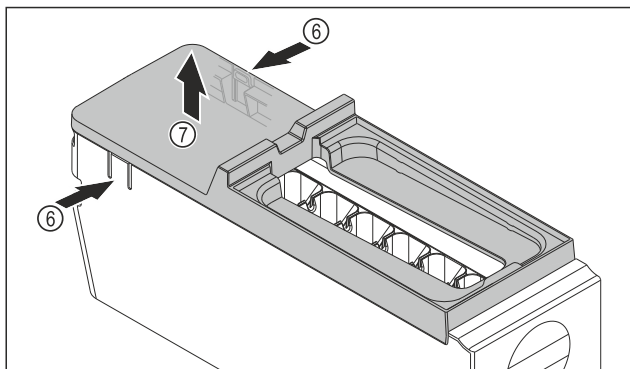

Fig. 172
- EasyTwist-Ice'i korpuse kate väljavõtmine: Vajutage ühe käega aasu Fig. 172 (6) EasyTwist-Ice'i korpuse mõlemal küljel.
- Võtke kate Fig. 172 (7) teise käega ülespoole välja.